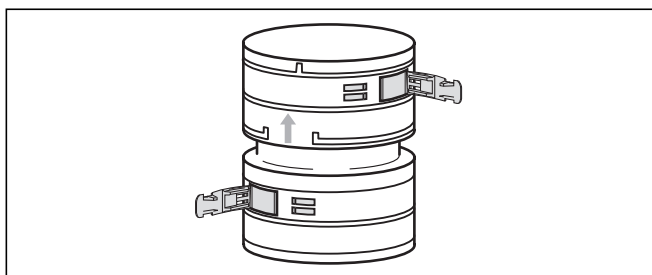
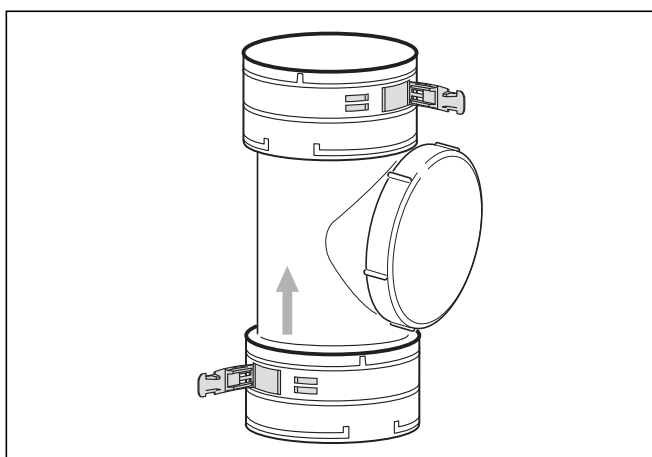

Fig. 6.37 Element de legătură
Fig. 6.38 Element pentru curățare
- Dacă este nevoie montați mai întâi elementele de legătură și cele pentru curățare (vezi Fig. 6.37 și 6.38).
Pentru a nu folosi o conductă flexibilă pentru gaze arse, puteți folosi mai multe părți care se pot îmbina cu elemente de legătură (Art.-Nr. 303 512, Fig. 6.37) sau cu elemente pentru curățare (Art.-Nr. 303 511, Fig. 6.38).